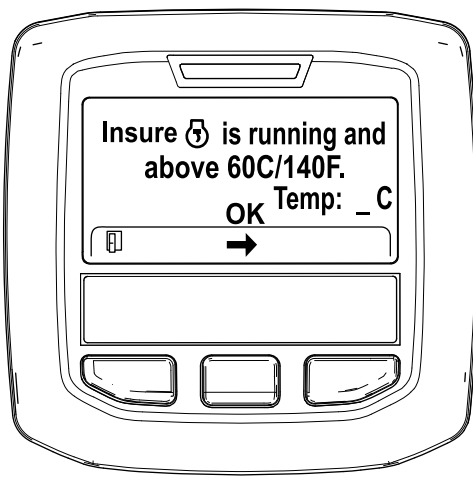

Figure 36
5. Si la température du liquide de refroidissement est inférieure à 60 °C (140 °F) le message « Insure  is running and above 60C/140F » (vérifier que *** fonctionne et est supérieure à 60 °C/140 °F) s'affiche (Figure 36).